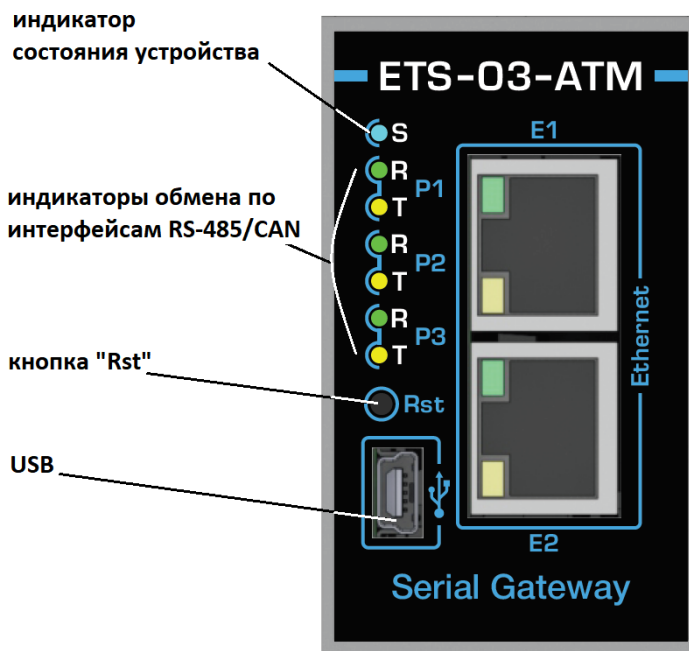

Рисунок 3.2 – Лицевая панель устройства
3.3.1 Назначение элементов лицевой панели представлено на рис. 3.2.